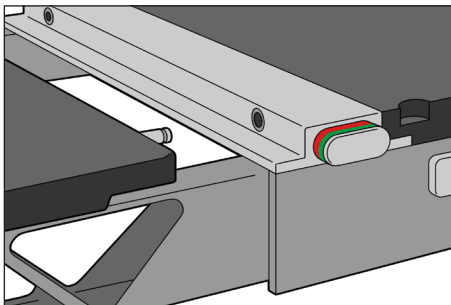

Рис. 1
1. Зніміть вставку kVue. (Рис.1)